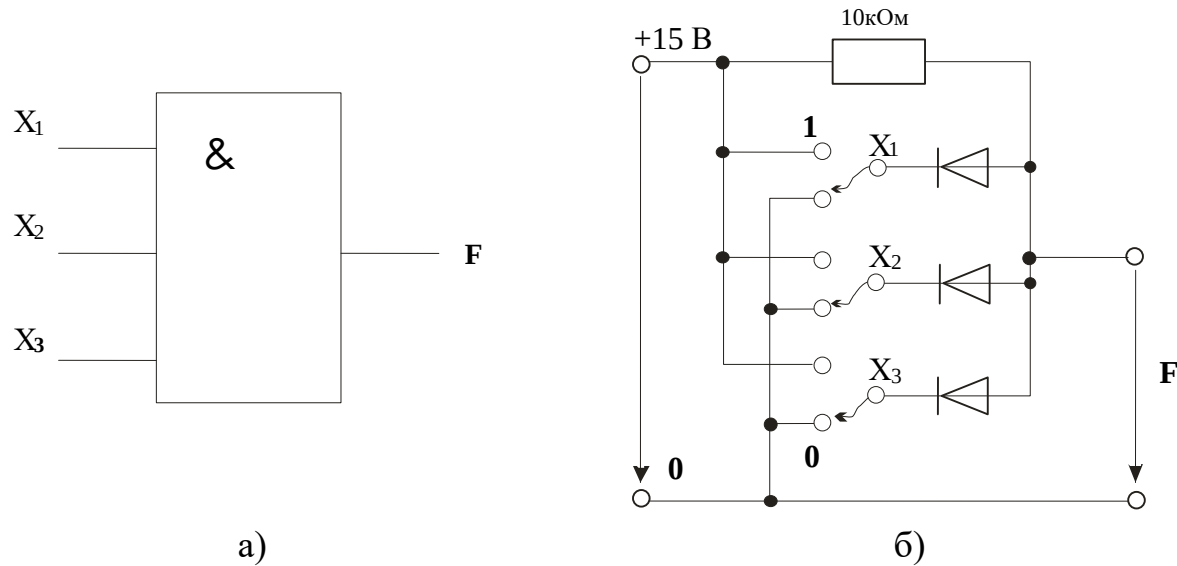

Рисунок 1 – Логический элемент AND с тремя входами
1.1. Соберите цепь согласно схеме (рис. 1, б). Подайте последовательно к входам **x₁**, **x₂** и **x₃**, как указано в таблице 1: 0 В $\equiv$ сигнал 0 $\equiv$ уровень низкого потенциала, +15 В $\equiv$ сигнал 1 $\equiv$ уровень высокого потенциала.